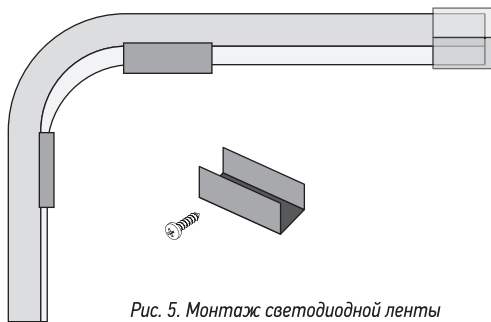

Рис. 5. Монтаж светодиодной ленты
- **Монтаж светодиодной ленты.** Монтаж светодиодной ленты OLS-2835-IP67-220V NEONLED на несущую поверхность необходимо производить при помощи монтажных клипс OLSC-clip-2835-220V-NEONLED (в комплект не входят), как показано на *Рис. 5*.